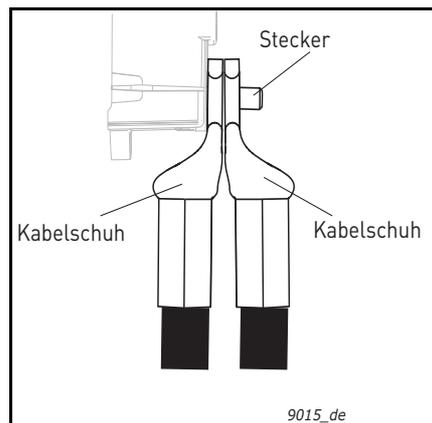

Abbildung 35. Anordnung von zwei Kabelschuhen übereinander
- **HINWEIS:** Falls Sie mehrere Kabel am gleichen Anschluss verwenden, achten Sie auf die Anordnung der Kabelschuhe übereinander (siehe Abbildung 35 unten).